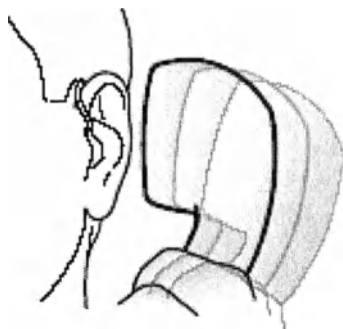

Рисунок 9 – Использование телефона
4.5.4 Специалист по протезированию может настроить одну из программ для разговора по телефону с помощью индукционной катушки. Индукционная катушка улавливает электромагнитный сигнал из телефонной трубки, который преобразуется в звуковой сигнал, что позволит гораздо лучше воспринимать звук из телефонной трубки. Когда Вы используете данную программу, старайтесь держать трубку телефона ближе к слуховому аппарату (рисунок 9)